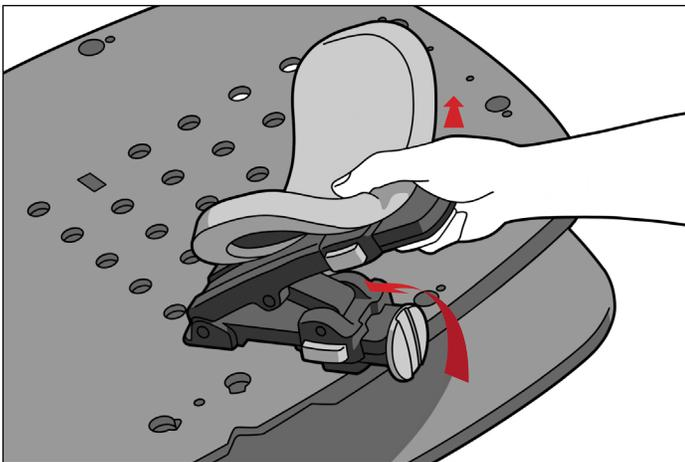

ABB. 23
1. Entfernen Sie die Armstütze(n), indem Sie den Knopf lösen, drehen Sie die Armstütze so, dass sie mit der Kerbe an der Seite der Patientenliegefläche ausgerichtet ist, und ziehen Sie die Armstütze aus den Bohrungen in der Patientenliegefläche heraus (Abb. 23).